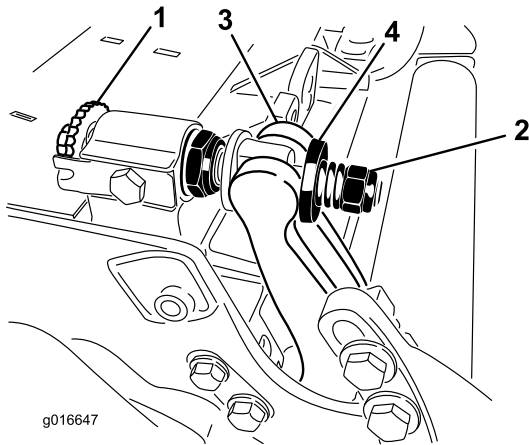

图 23
1. 逆时针旋转底刀架调节螺丝将底刀后撤离开滚刀图 23。
2. 退出弹簧加压螺母直到垫圈不再对底刀架图 23 施压。